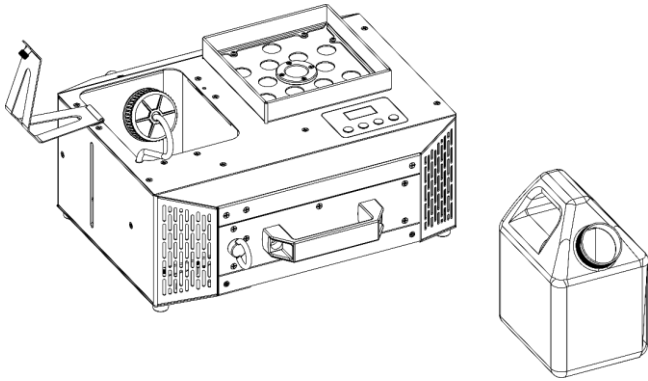

Fig. 42
- 06) Coloque el **depósito de líquido (02)** en una superficie plana cerca del dispositivo, como se muestra en la fig. 42.